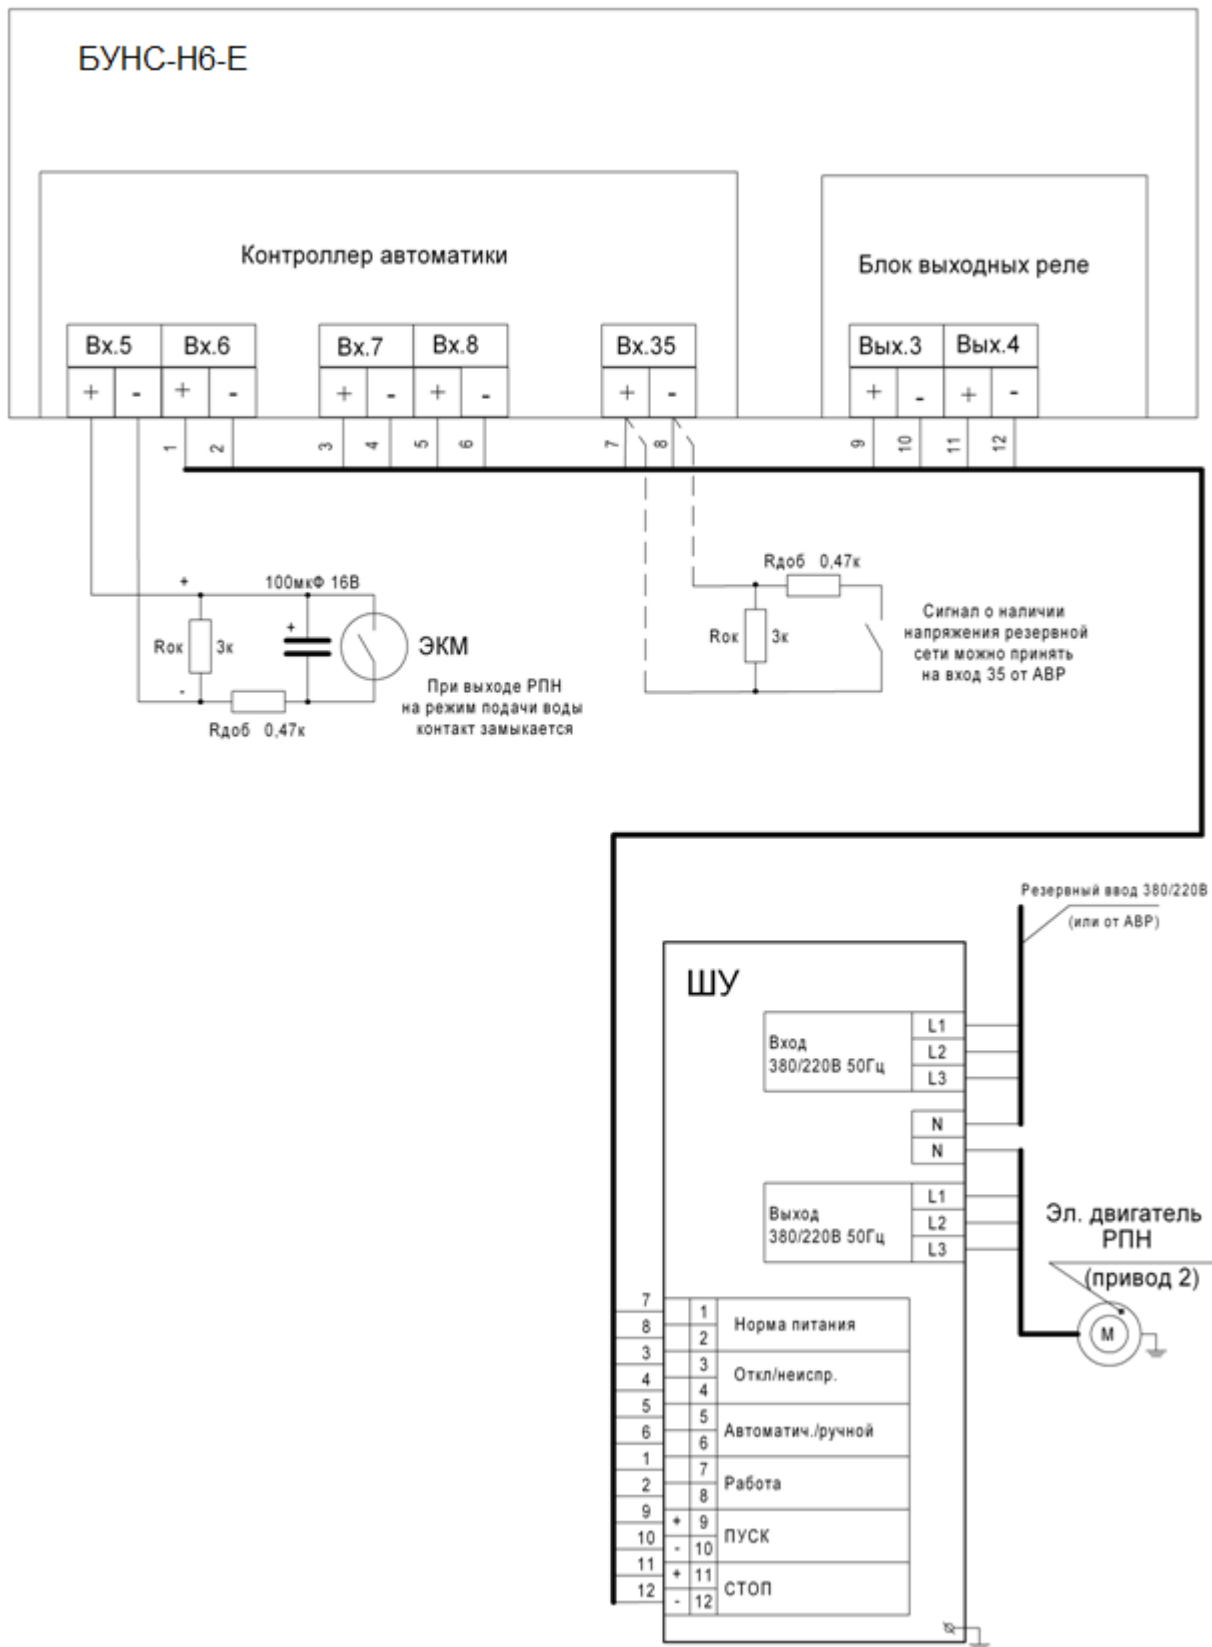

Рисунок 5.5
- рисунок 5.5 – резервного пожарного насоса (РПН) – привод 2;